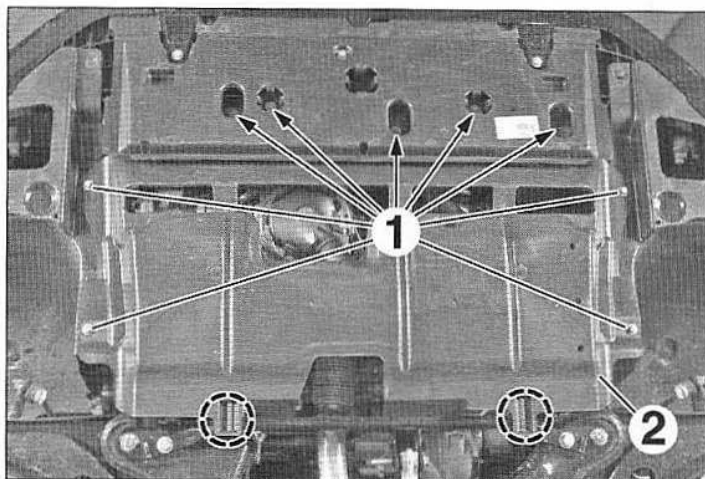
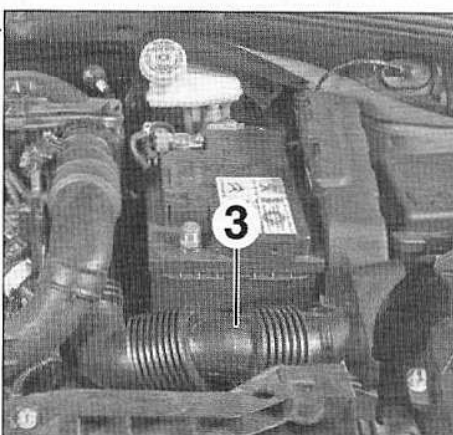

FIG.38
FIG.39
- Selon équipement, déposer les vis (1) (Fig.38).
- Dégrafer et déposer la protection sous moteur (2).
- Déposer le conduit d'air (3) (Fig.39).